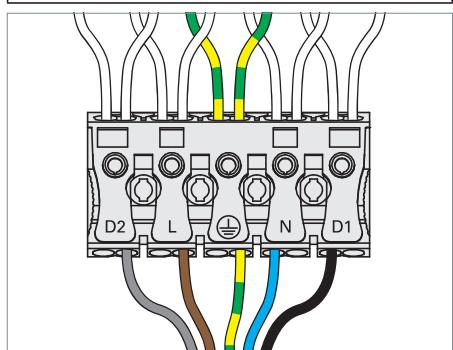

Fig. 5: Raccorder le luminaire.
- ▶ Connectez les conducteurs du câble de raccordement à la borne de raccordement sur le cadre du luminaire, voir Fig. 5.